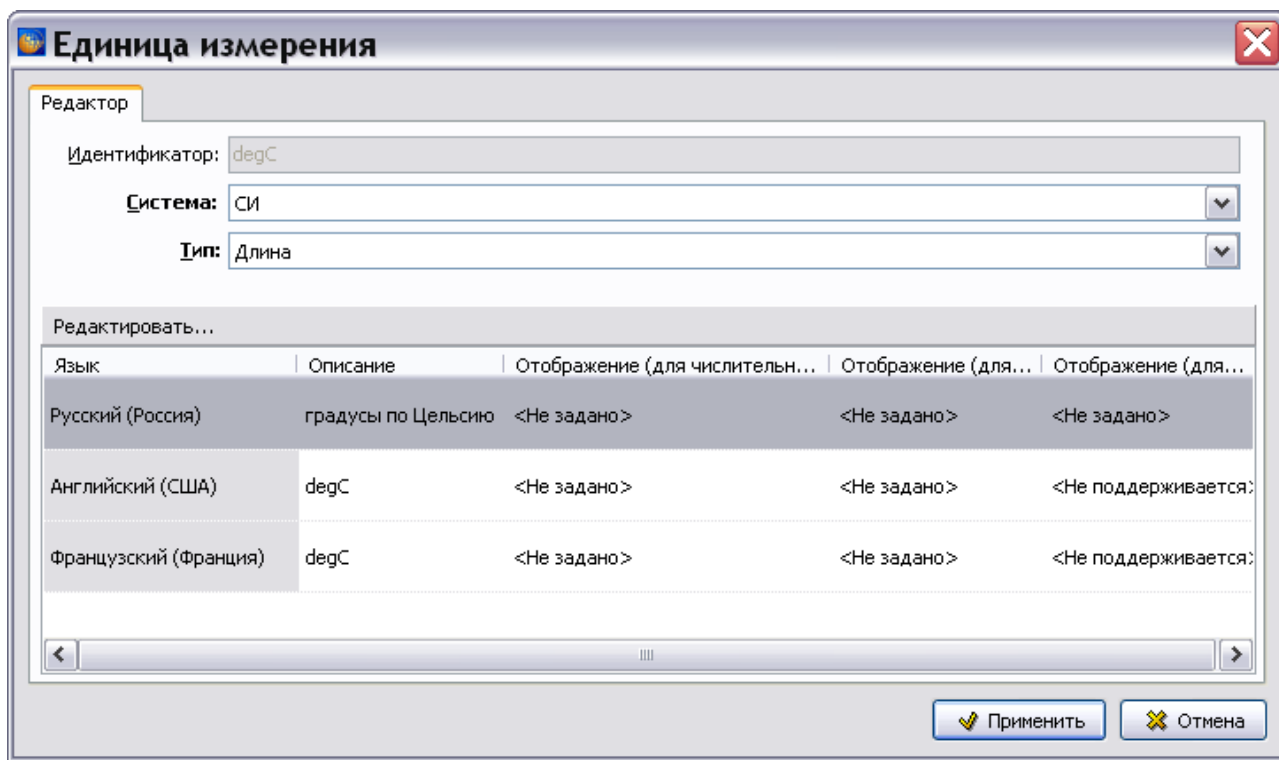

Рисунок 123
Рассмотрим пример редактирования единицы измерения «градусы по Цельсию». В окне **Единицы измерения** выделите единицу измерения «градусы по Цельсию» и нажмите на кнопку **Редактировать** . После этого появится окно **Единица измерения** (рисунок 123).
1) В окне **Единица измерения** в разделе **Редактировать** выделите строку параметров для русского языка (рисунок 123).